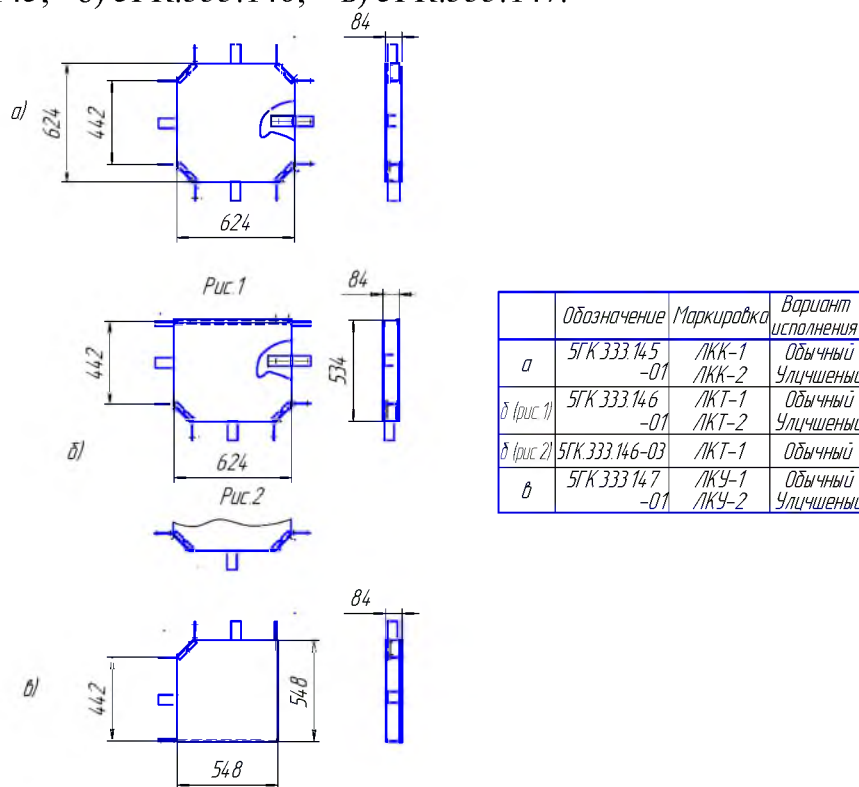

Рисунок 3 – Лотки для разветвления в горизонтальной плоскости
6.8.1.2 Лотки для разветвления в горизонтальной плоскости (рисунок 3)